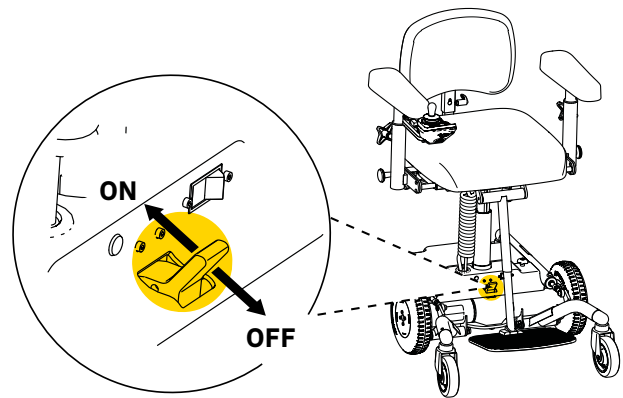
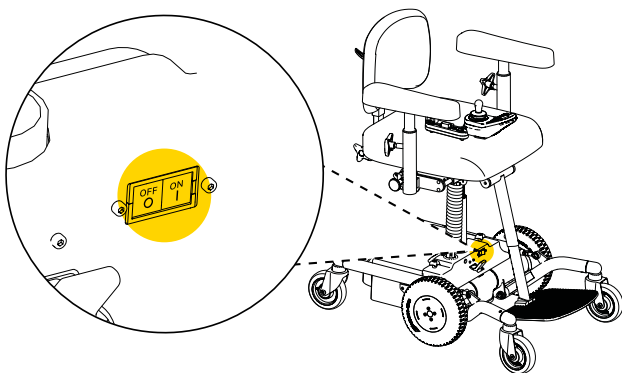

Figure 3.2. Débrayage du frein.
Figure 3.4. Coupe-circuit automatique
- Sur une surface plane, déplacer le produit en le faisant rouler. Pour que le produit puisse rouler, le frein doit être débrayé et le coupe-circuit automatique désactivé. Pour débrayer le frein, faire passer le réglage sur la position OFF. Pour activer le frein, mettre le réglage sur la position ON (voir figure 3.2). Pour désactiver le coupe-circuit automatique, appuyer sur OFF. Avant la recharge et lorsque le produit doit être remis en service, le coupe-circuit automatique doit être réinitialisé : appuyer sur ON (voir figure 3.4). Après la déconnexion du coupe-circuit automatique, le boîtier de commande doit être redémarré deux fois pour réinitialiser les fonctions du produit.
- Pour un stockage plus long, déconnecter la batterie. Cela se fait à l'aide du coupe-circuit automatique (voir figure 3.4). Appuyer sur OFF pour déconnecter les batteries. Quand la batterie est désaccouplée, elle doit être rechargée tous les 4 mois pour maintenir sa fonction. Avant la recharge et lorsque le produit doit être remis en service, le coupe-circuit automatique doit être réinitialisé : appuyer sur ON. Après la déconnexion du coupe-circuit automatique, le boîtier de commande doit être redémarré deux fois pour réinitialiser les fonctions du produit. Recharger complètement les batteries avant utilisation (voir 2.3. Recharge).
- Lors du transport, la batterie doit être déconnectée. Cela se fait à l'aide du coupe-circuit automatique (voir figure 3.4). Appuyer sur OFF pour déconnecter les batteries. Pour réinitialiser le coupe-circuit automatique, appuyer sur ON. Après la déconnexion du coupe-circuit automatique, le boîtier de commande doit être redémarré deux fois pour réinitialiser les fonctions du produit.